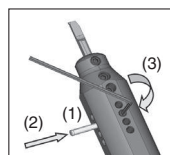
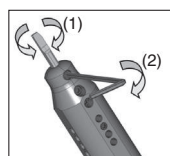

Abb. 5
Abb. 6
- Verwendung des Einstellstifts (Abb. 5)
- (1) Stecken Sie den Einstellstift in das Loch.
- (2) Schieben Sie ihn mithilfe des Schraubenschlüssels (LW-1.5) in die Hülse.
- (3) Ziehen Sie die Spannschraube (HS3X4P) mit Schraubenschlüssel (LW-1.5) fest, um den Einstellstift zu befestigen.
- Befestigen der Stange (Abb. 6)